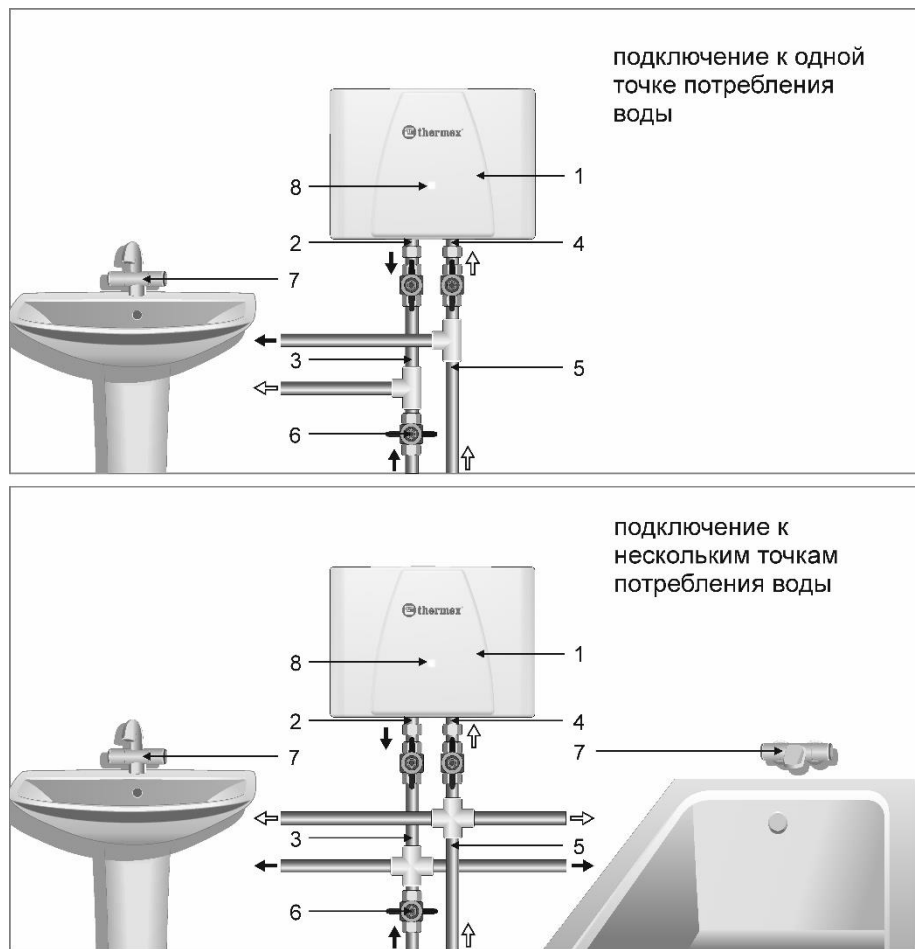

Рис. 4. Схема подключения ПЭВН к водопроводу
1. Поток воды контролируется краном горячей воды на смесителе (п. 7, Рис.4) на выходе из ПЭВН. Уменьшая поток воды, вы увеличиваете температуру воды на выходе и, соответственно, наоборот.
2. Убедитесь в том, что мощность и рабочее давление соответствуют данным Таблицы 1. Включение ПЭВН и нагрев происходят автоматически, при этом загорается индикаторная лампочка (п. 8, Рис.4) на лицевой панели.
4. Для выключения водонагревателя нужно закрыть кран горячей воды на смесителе (п. 7, Рис.4), датчик давления автоматически разомкнёт цепь подачи электроэнергии к нагревательному элементу, при этом индикаторная лампочка на лицевой панели погаснет(п. 8, Рис.4)